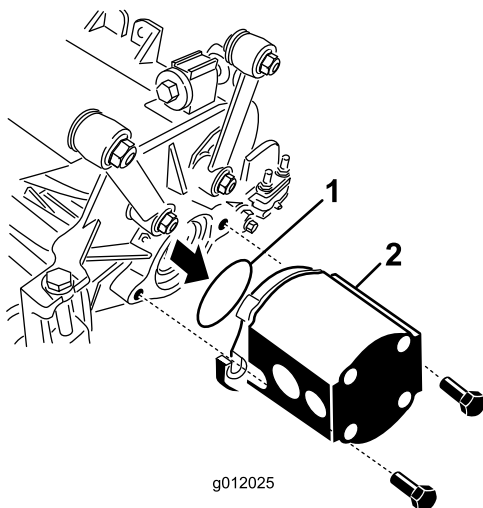

図 24
5. 駆動モータのフランジにOリング（カッティングユニットの付属部品）を取り付ける（図 24）。
6. リールモータを各カッティングユニットに装着し、カッティングユニットの付属部品のキャップスクリュー 2 本で固定する（図 24）。